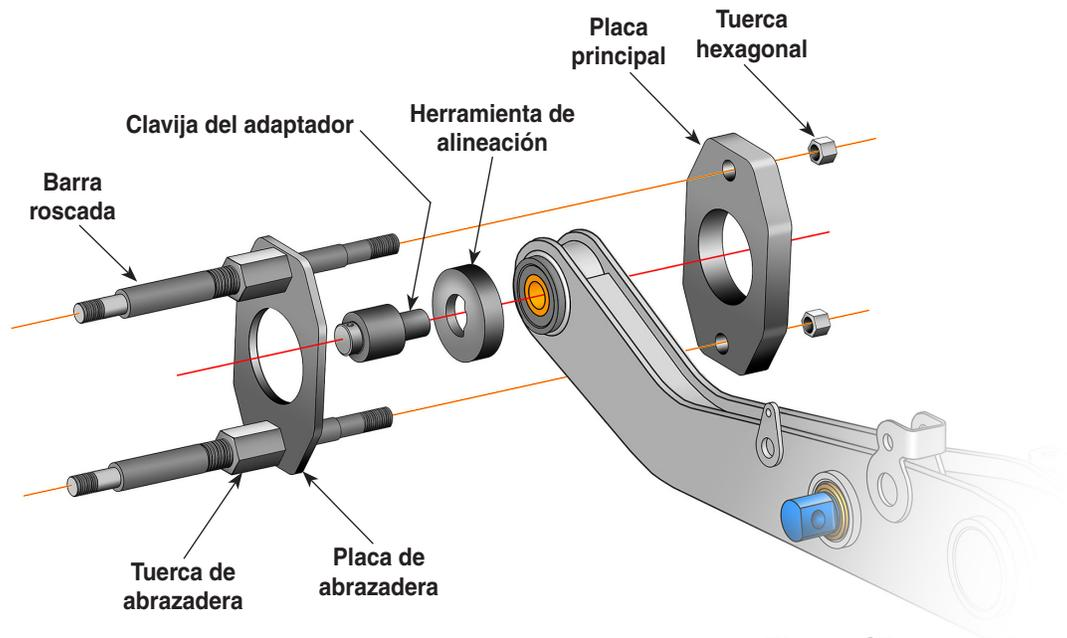

Figura 17
1. Introduzca la *clavija del adaptador* por la *herramienta de alineación* y en el orificio del buje de pivote, según se indica en la Figura 17.